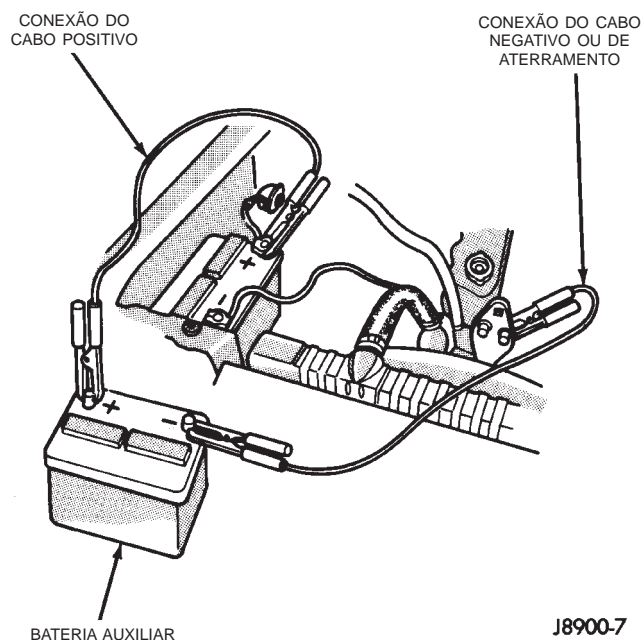

Fig. 1 Conexões dos Cabos Auxiliares—Típico
(2) Quando usar outro veículo de apoio como fonte, desligue todos os acessórios, coloque o câmbio na posição park (estacionado) ou neutral (neutro), ajuste o freio de estacionamento e coloque o motor em funcionamento a 1200 rpm.
(3) No veículo avariado, posicione o seletor em park ou neutral e acione o freio de estacionamento. Desligue todos os acessórios.
(4) Conecte os cabos auxiliares na bateria de apoio. A garra VERMELHA no terminal positivo (+). A garra PRETA no terminal negativo (-). NÃO DEIXE AS EXTREMIDADES DOS CABOS SE TOCAREM, porque resultará descarga elétrica em arco. Examine todas as advertências para estes procedimentos.
(5) No veículo avariado, conecte o grampo VERMELHO do cabo auxiliar, no terminal positivo (+) da bateria. Conecte o grampo do cabo PRETO no terra do motor, prendendo bem as extremidades ao cabo terra (Fig. 1).